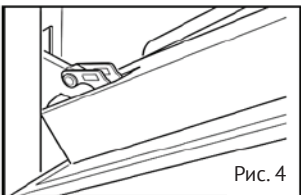

Рис. 4
- Установите петли в посадочные места (рис. 4).